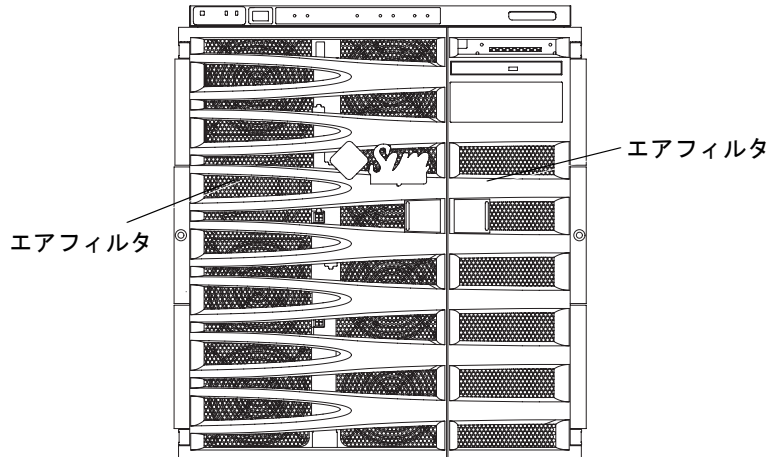
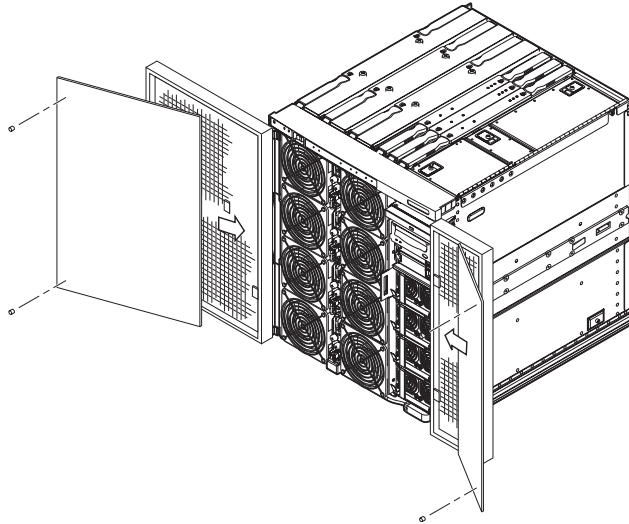

図 2-5 Sun Fire V1280/Netra 1280 システムのエアフィルタの位置
図 2-6 Sun Fire V1280/Netra 1280 システムのエアフィルタの取り付け
2. 2つのエアフィルタの位置を確認します (図 2-5 および図 2-6)。
- エアフィルタをシステムにふたたび取り付けます (図 2-6)。
- 新しい交換用のフィルタを取り付ける場合は、これをシステムに取り付けます (図 2-6)。